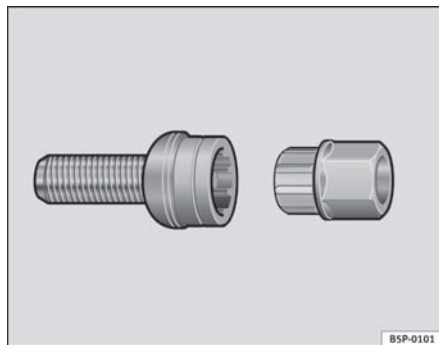

Fig. 159 Tornillo antirrobo de la rueda
- Coloque el adaptador hasta el tope en el tornillo antirrobo de la rueda ⇒ **fig. 159**.